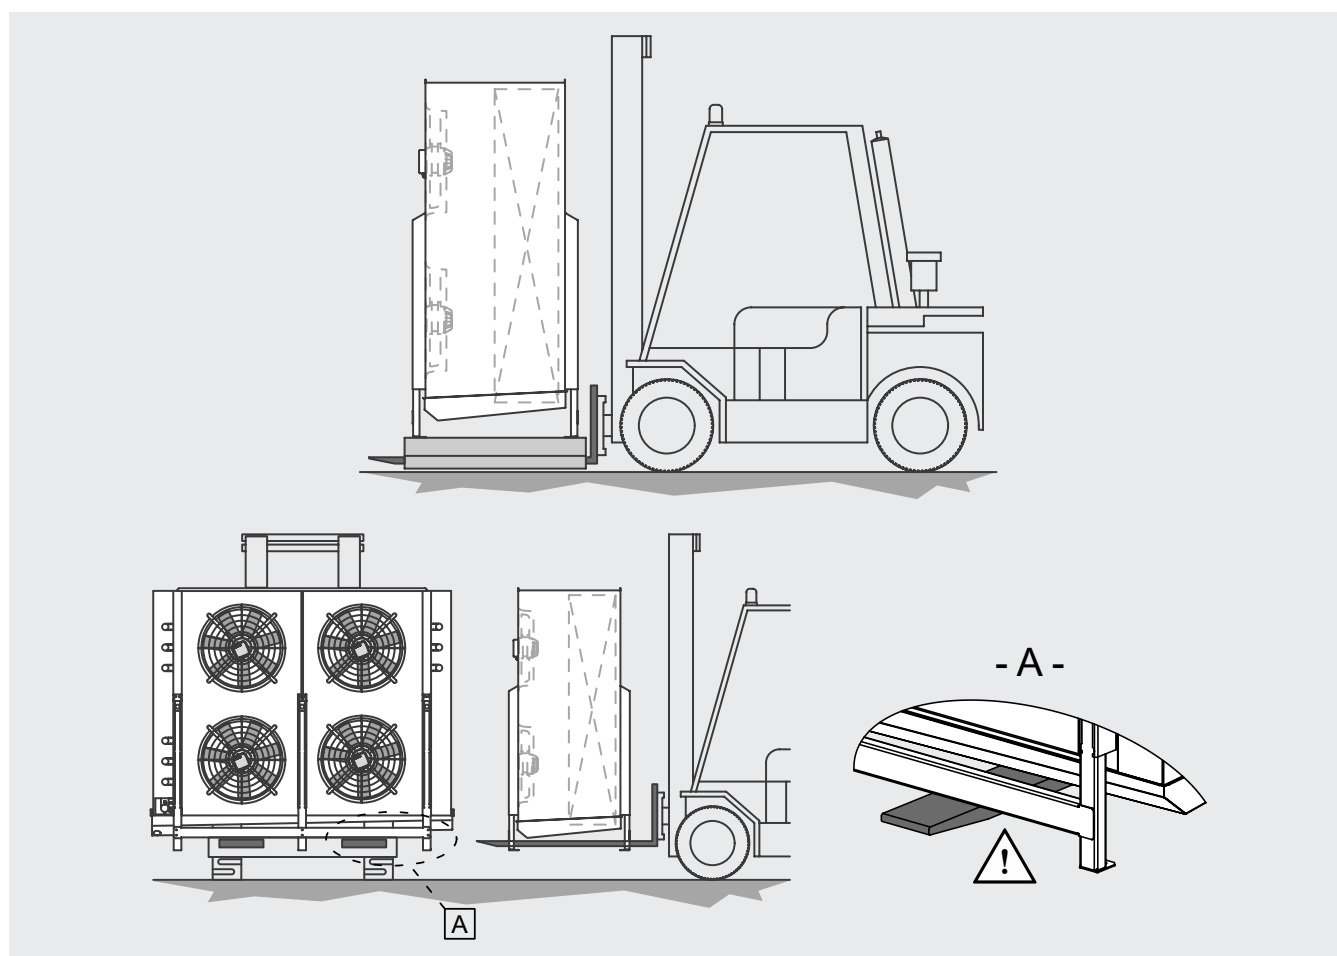

Figure 2
- 5.2 Le modèle emballé doit être déplacé par un personnel qualifié à l'aide d'un chariot élévateur d'une charge utile adéquate, ou à l'aide d'une grue et/ou pont roulant (voir Chap. 7). Les supports de levage doivent avoir une longueur supérieure à la profondeur de l'emballage et/ou du modèle. Éviter tout mouvement brusque et ne pas stationner à proximité de la zone de manœuvre. Toujours assurer les modèles aux équipements de levage avant de procéder aux opérations de manutention. Un gros choc ou une forte poussée peuvent renverser le modèle. Voir la Figure 2.